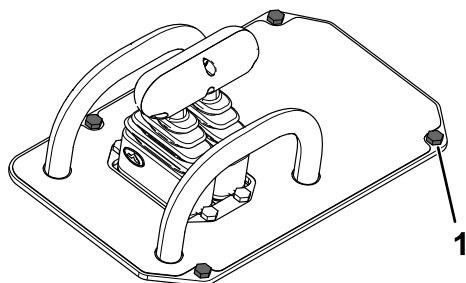

Рисунок 21
2. Отверните и сохраните 4 болта с гайками, которые крепят крышку панели управления к машине (Рисунок 21).